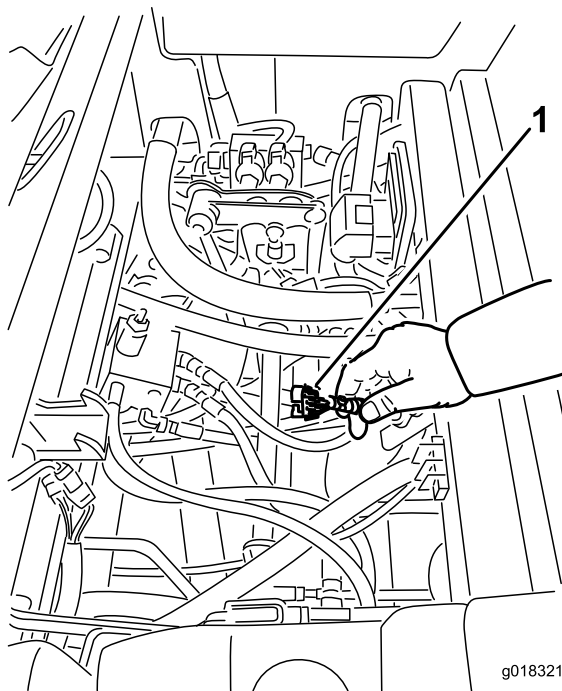

Bild 18
3. Machen Sie den Kabelbaum und die Stecker in der Nähe des Controllers ausfindig (Bild 18).